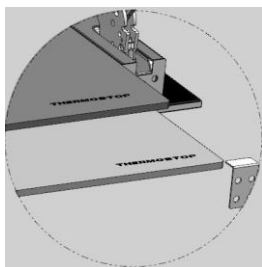
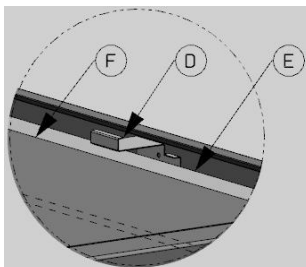

fig. 6
fig. 7
Efectue os mesmos passos na ordem inversa para montar os vidros. Tenha a máxima atenção à ordem de colocação dos vidros, à sua posição (o vidro transparente, se existir, deve estar no meio dos outros dois) e à posição das palavras inscritas nas superfícies do vidro, as quais devem estar tal como ilustra a (fig. 6). Certifique-se de que as juntas de vedação estão correctamente colocadas. Alguns modelos possuem um suporte (D) de fixação que deve estar correctamente colocado (fig.7). Coloque o fixador D no centro da régua pintada da parte superior da porta e insira o vidro transparente intermédio (E) nas calhas para bloquear o fixador D. Encaixe o vidro serigrafado F na calha e deslize-o até ficar bloqueado na régua pintada da parte superior.